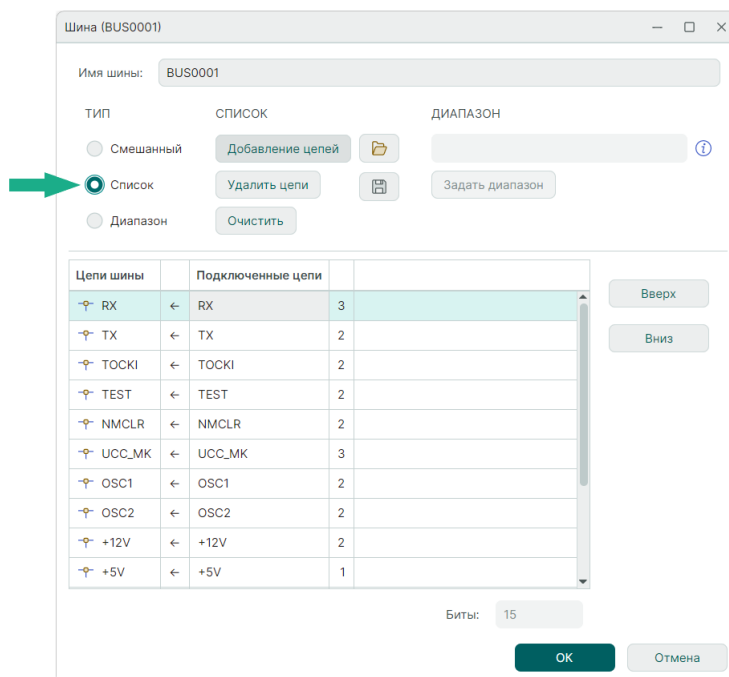

Рис. 173 Включение режима «Список»
2. Установите переключатель в положение «Список», см. Рис. 173.